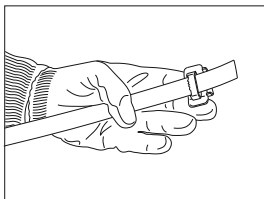
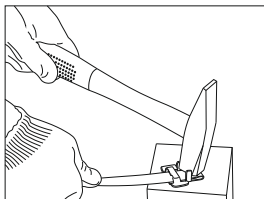

Рисунок 1
Рисунок 2
- конец ленты монтажной вставить в скрепу / бугель (рисунок 1) и согнуть при помощи молотка (рисунок 2);